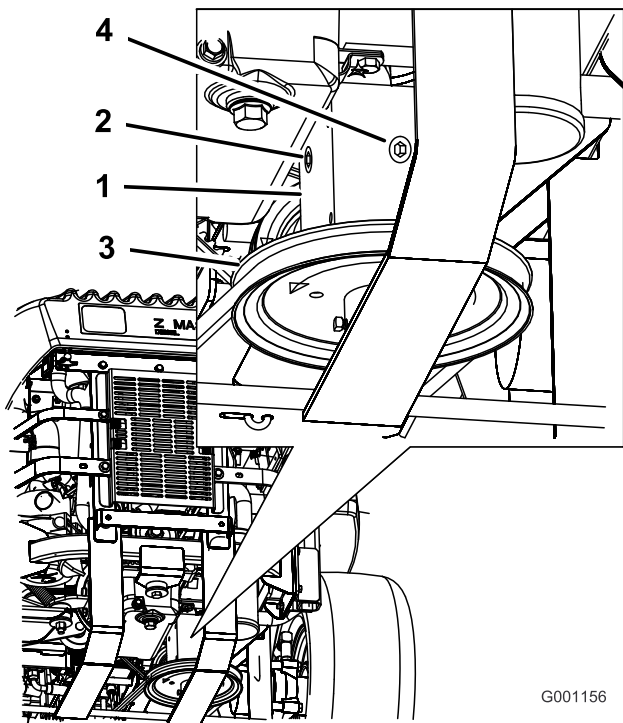

Bild 53
4. Nehmen Sie die Prüfschraube an der Seite oder hinten am Getriebe ab (Bild 53).